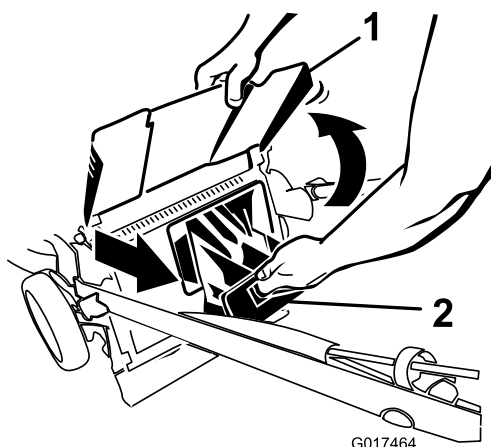

Figure 24
2. Soulevez le déflecteur d'éjection et gardez-le dans cette position (Figure 24).
3. Retirez l'obturateur d'éjection arrière (Figure 24).